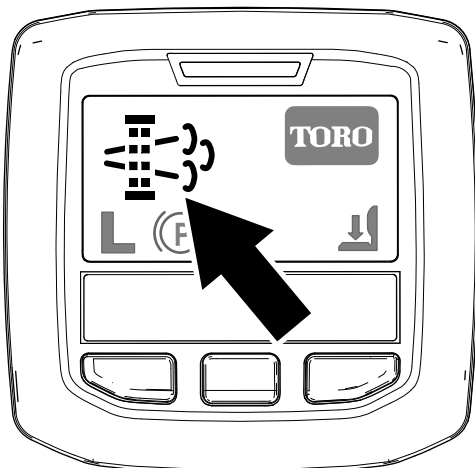

Рисунок 28
- Значок запроса регенерации с парковкой отображается на дисплее инфо-центра (Рисунок 28).